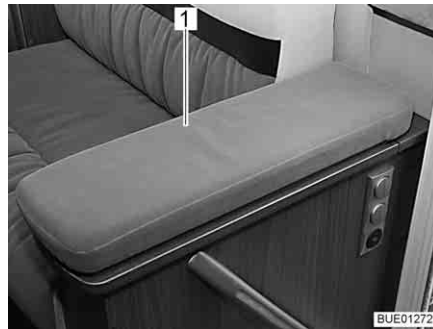
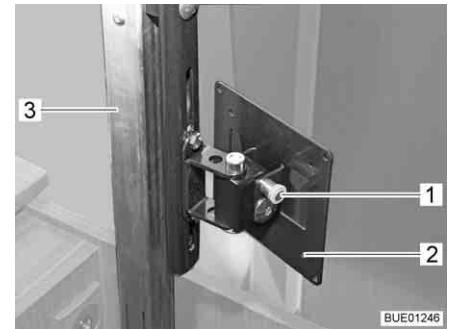

Fig. 62 Compartimento de TV
Fig. 63 Mecanismo de elevación
- Presionar ligeramente hacia abajo la parte central de la tapa (Fig. 62,1) del compartimento de TV. La columna de expulsión (Fig. 63,3) se desbloquea y sube.
- Tirar del botón de desbloqueo (Fig. 63,1) y girar el soporte (Fig. 63,2) con la pantalla plana a la posición deseada.
- Girar la pantalla plana de regreso a la posición inicial hasta que el soporte (Fig. 63,2) engatille en el bloqueo.
- Presionar hacia abajo la parte central de la tapa (Fig. 62,1) contra la resistencia de la columna de expulsión (Fig. 63,3) hasta que engatille el bloqueo.